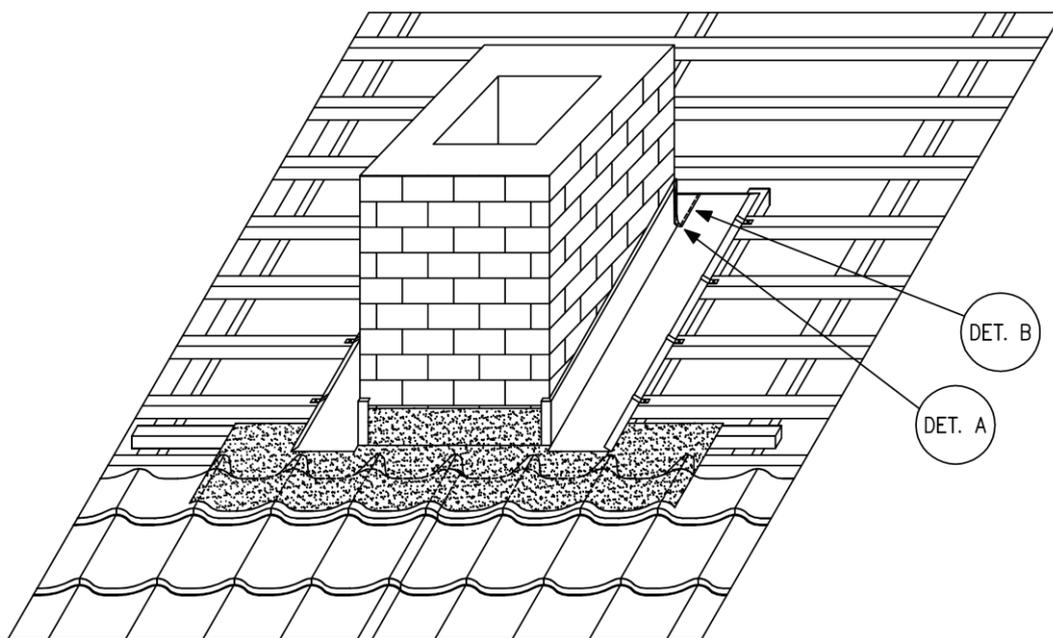

Abb. 17a: Einbau der Klempnerelemente
- Die Abkantung wird mittels der Klempnerelemente durchgeführt: die Seitenteile gemeinsam mit der oberen Partie gemäß Abb. 17a und entsprechenden Details. Die Anbindung der Teile muss im Einklang mit Klempnerstandards und Regeln durchgeführt werden. Es wird gleichzeitig empfohlen die Abkantung zur durchtretenden Strukturen mittels Dilatation zu verankern. Z.B. mittels größeren Durchmesser des gebohrten Loches in die Abkantung und bei der Verwendung der größeren Scheibe unter Schacht der Ankerschraube.